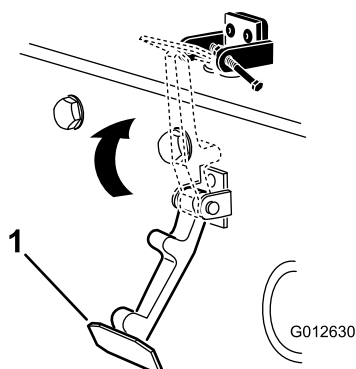

Figura 8
6. Agganciate il fermo sulla relativa staffa (Figura 8).